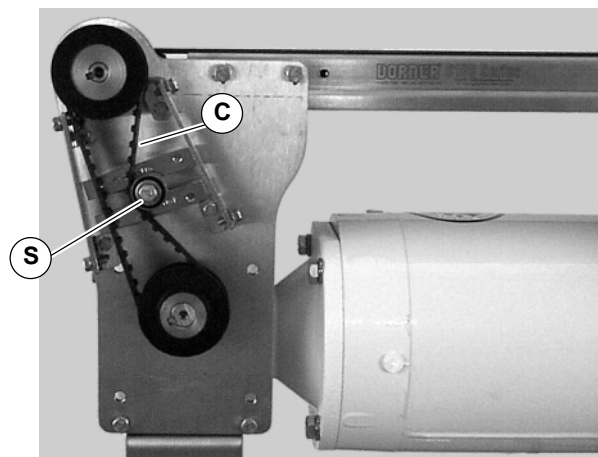

Abbildung 17
- Spannvorrichtung (S siehe Abbildung 17) lösen.